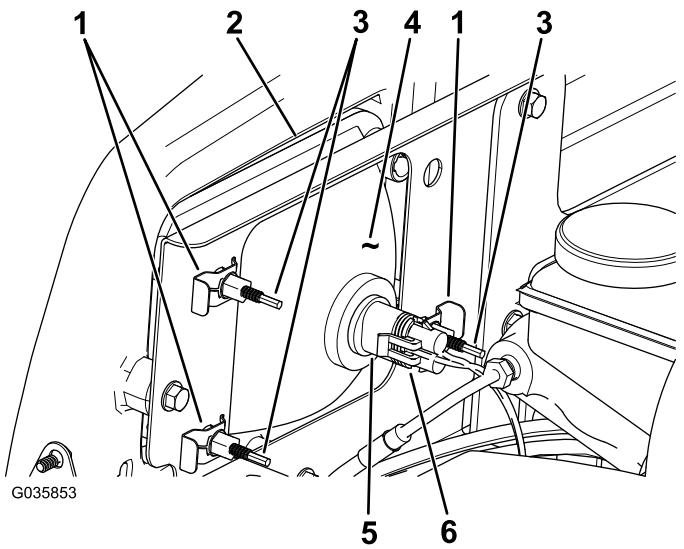

Figure 43
- Déposez les clips rapides qui fixent le phare à son support (Figure 43).
- Sortez le phare en le déplaçant vers l'avant à travers l'ouverture dans le pare-chocs avant (Figure 43).
- Montez le phare neuf par l'ouverture dans le pare-chocs (Figure 43).
- Branchez le connecteur électrique de faisceau sur le connecteur de l'ampoule (Figure 43).
- Débranchez le connecteur électrique de faisceau du connecteur du phare (Figure 43).
- Au dos du phare, tournez les vis de réglage (Figure 43) pour orienter le phare et aligner la position de son faisceau.